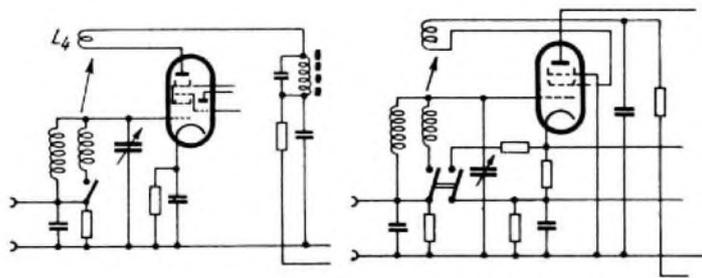

Bild 4. Die Mischröhre mit Rückkopplung auf den Eingangskreis
**1) Rückkopplung auf den Eingangskreis.** Während es bei Gleichlaufabstimmung erwünscht ist, daß der Eingangskreis keine allzu scharfe Abstimmung aufweist, da sonst die über größere Bereiche ohnedies schwer erfüllbaren Anforderungen nicht beherrscht werden können, ist bei der Einzelabstimmung eine höhere Abstimmungsschärfe nicht störend. Dabei ergibt sie aber eine ganz außerordentliche Erhöhung der am Gitter zur Verfügung stehenden Spannung und eine gleichzeitige ebenso außerordentliche Verbesserung der Gesamttrennschärfe, Spiegelwellensicherheit und Kreuzmodulationsfestigkeit. Die Einführung der Rückkopplungsspule in den Anodenkreis der Mischröhre geht aus Bild 4 hervor. Im Versuchsgesetz, bei dem der Eingangskreis mit der DKE-Spule aufgebaut war, bestand die Rückkopplungsspule aus einem Bakelitrohr von 30 mm Länge bei 10 mm Durchmesser mit 35 Windungen 0,1-mm-Draht. Sie wurde in die DKE-Spule eingeschoben und mit zwei kleinen Holzkeilen festgelegt. Es zeigt sich nämlich, daß der Dämpfungsgang der kapazitiven Antennenkopplung günstig entgegenwirkt, so daß diese fest eingestellt werden kann. Sollte beim Nachbau der Wunsch bestehen, die Empfangsleistung bis zur „Angeberei“ auf die Spitze